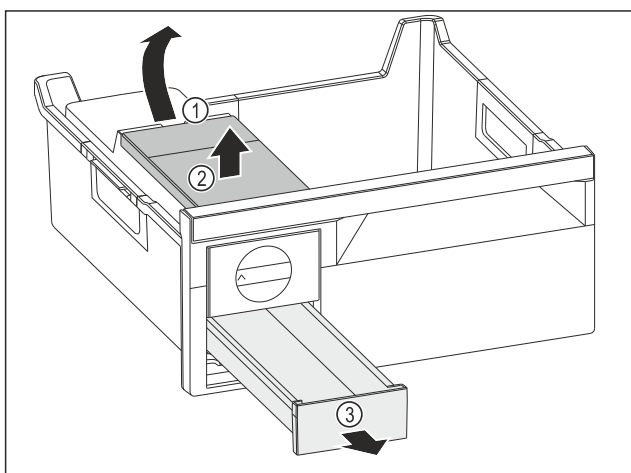

Fig. 182
- ▶ Odstranjevanje rezervoarja za vodo: Dvignite rezervoar za vodo za izrez Fig. 182 (1).
- ▶ Rezervoar za vodo Fig. 182 (2) dvignite in odstranite.
- ▶ Predal za ledene kocke Fig. 182 (3) povlecite naprej in odstranite.